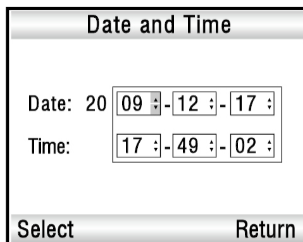

Рис.4-2
2) Нажмите кнопку «ВНИЗ» на клавиатуре для выбора пункта меню «Дата и Время (Date and Time)», затем нажмите кнопку Меню, чтобы войти в меню установки времени, как на Рис.4-2.